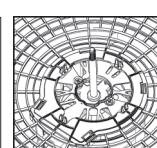

Figura 03
4. Pressionar a região central da Grade Traseira contra as travas do motor até ouvir um "clique" (Ver **figura 03**).